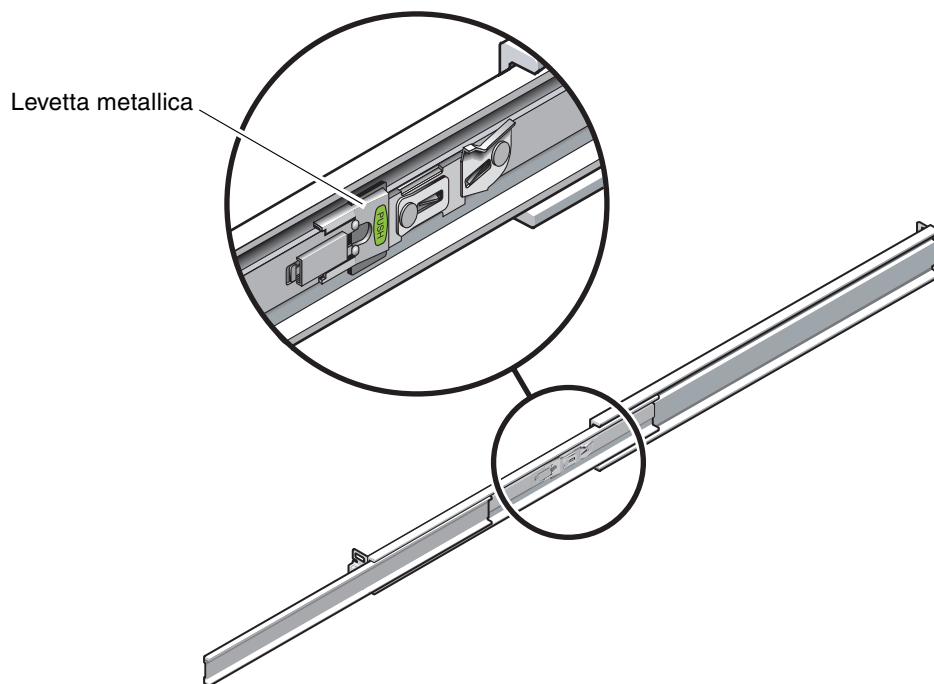

FIGURA 2-13 Sblocco delle levette di arresto delle guide
5. **Quando il server è stato estratto completamente, rilasciare le levette metalliche di arresto delle guide (FIGURA 2-13).**